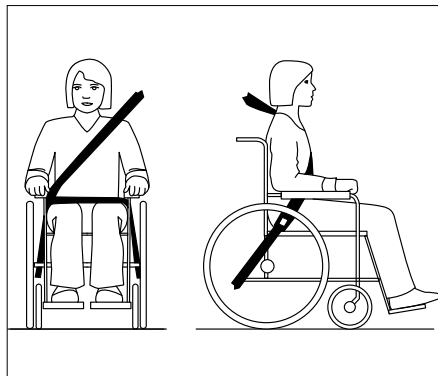

Bild 41
- Se till att säkerhetsbältet inte hålles ifrån kroppen av rullstolens delar, ge särskilt akt på rullstolens armstöd och hjul. För rätt placering se bild 41.